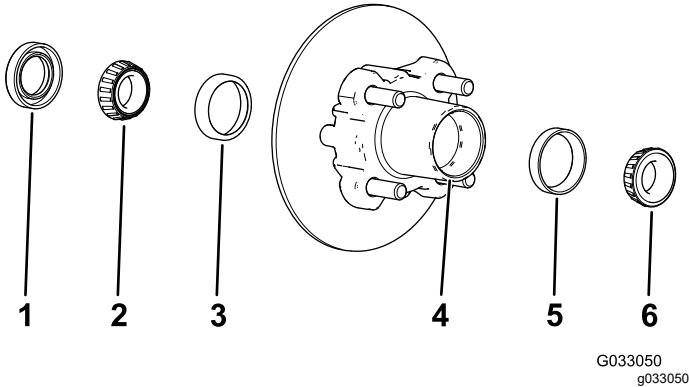

图 35
1. 从轮毂上拆下外置轴承和轴承座圈图 35。
2. 从轮毂上拆下密封件和内置轴承图 35。
5. 清除轮毂轴承腔内的所有润滑脂、污垢或碎屑图 35
7. 向轮毂轴承腔注入 5080% 的指定润滑脂图 35。
8. 将内置轴承装入轮毂内侧的座圈上并装上密封件图 35。